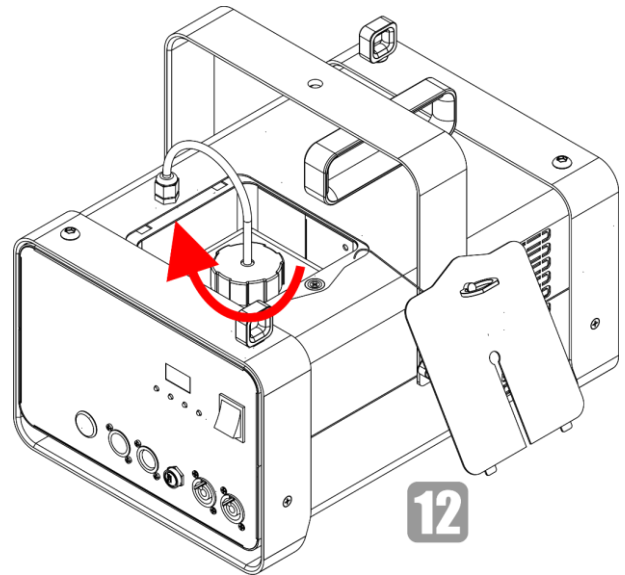

Abb. 30
- 12) Schrauben Sie den Deckel des Flüssigkeitsbehälters zu (Abb. 30).